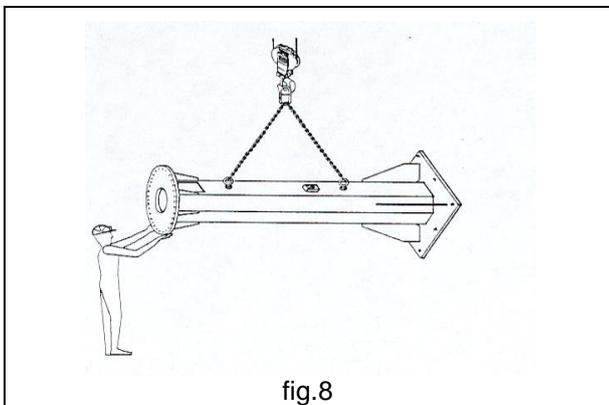

fig.8
- Effectuer la prise, à l'aide de harnais appropriés, aux points prédéterminés (fig.8) et manutentionner, en faisant très attention, les éléments de la potence et ses accessoires, dans la zone prévue pour le déchargement en évitant que ceux-ci n'oscillent, ne se balancent ou ne se déséquilibrent dangereusement.